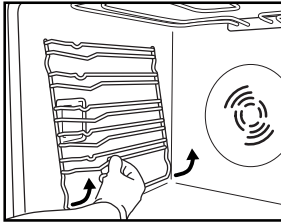

Fig. 3
1. Extraer las rejillas laterales de soporte de accesorios (Fig. 3).